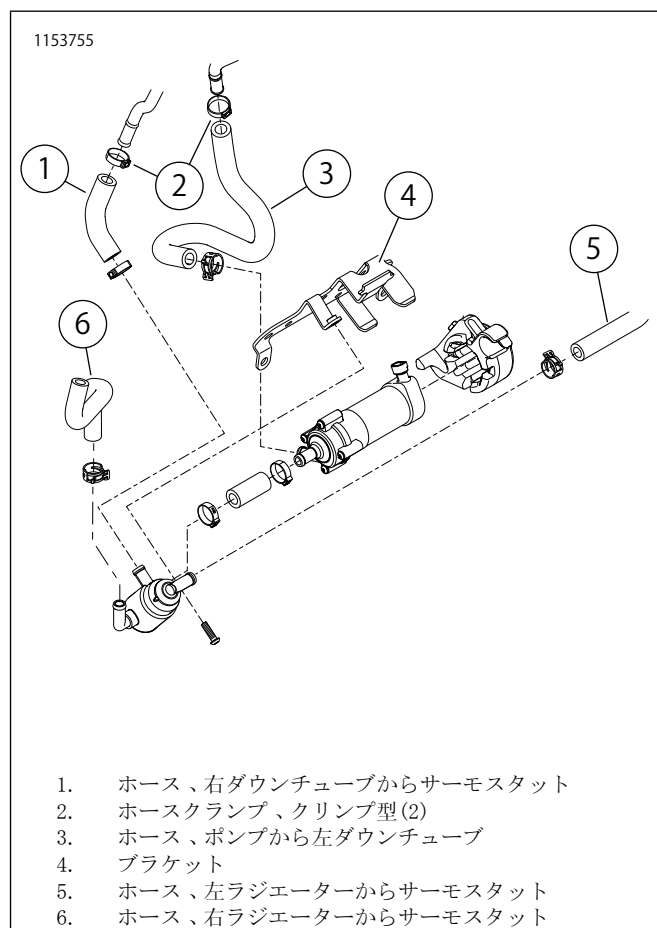

図1。クーラントホースとブラケット
5. 図1を参照してください。クランプ(2)とホース(1、3、5、6)を取り外します。